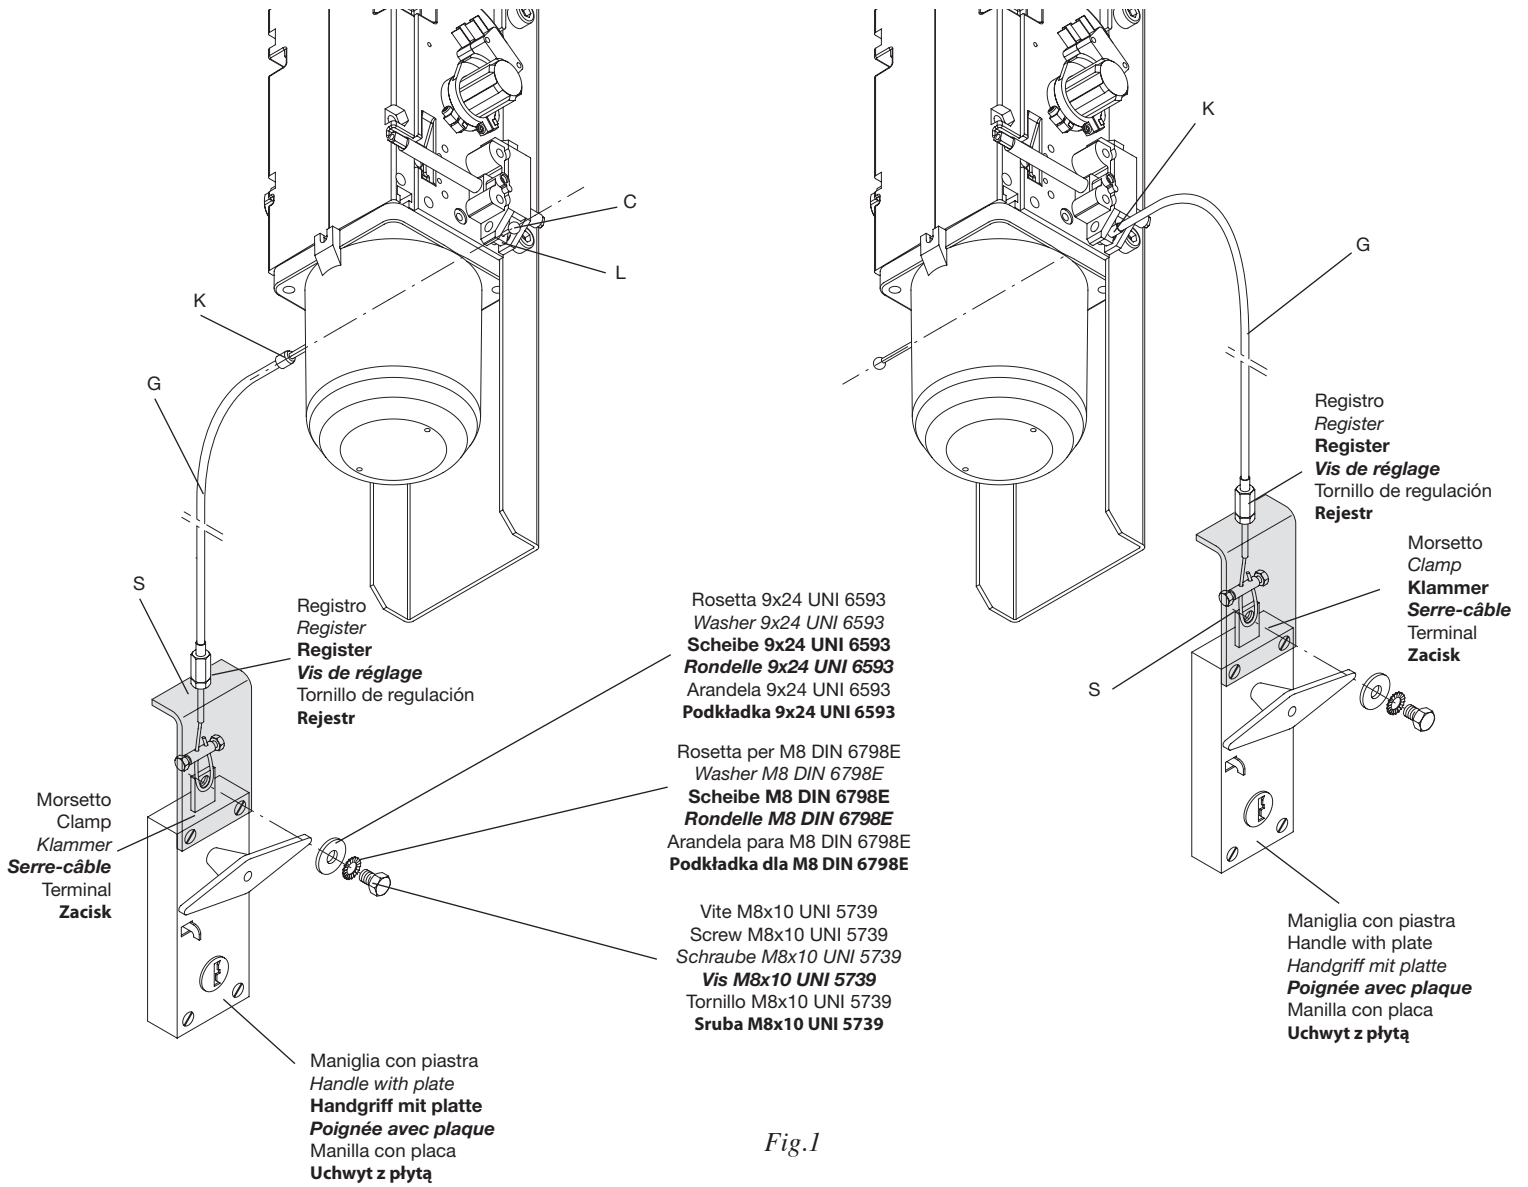
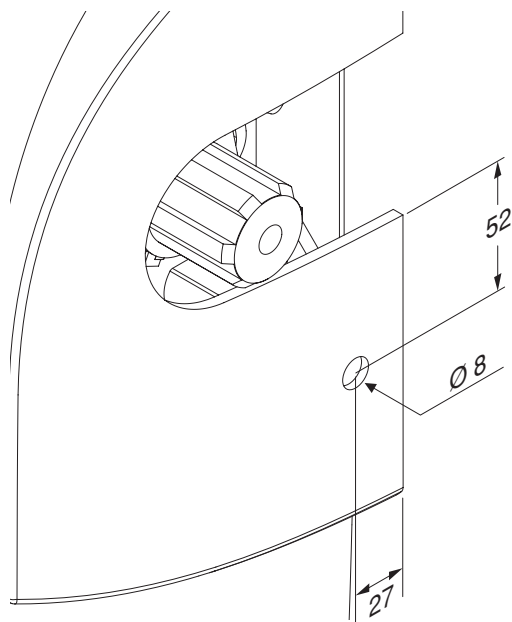

Fig.1
Fig.2
Nota: Lo sblocco a filo può essere installato con la guaina a sinistra o a destra dell'attuatore, a seconda della posizione della maniglia di apertura della porta. In fig.1 sono illustrate entrambe le installazioni. E' necessario praticare un piccolo foro per il passaggio della guaina, le quote di foratura, valide per entrambi i lati del carter sono indicate in fig.2.
- Fissare il cavo di acciaio C nella maniglia con il morsetto come indicato in fig. 1.
Note: The wire release may be installed with the sheath on the left or the right of the actuator, depending on the position of the handle for opening the door. Fig. 1 shows both installations.
It is necessary to make a small hole for the sheath to pass through; the drilling measurements, valid for both sides of the casing, are indicated in fig.2.
- Fix the steel cable C in the handle with the terminal as indicated in fig. 1.
Hinweis: Die Kabel-Entriegelung kann mit Hülle links oder rechts vom Trieb installiert werden, je nach Position des Torgriffs. In der Abb.1 sind beide Installationsmöglichkeiten aufgezeigt.
Dazu muss ein kleines Bohrloch für den Durchgang der Hülle ausgeführt werden. Die Bohrquoten, die für beide Seiten des Gehäuses gelten, sind in der Abb.2 angegeben.
- Das Stahlkabel C mit der Klemme am Griff befestigen, wie in der Abb. 1 gezeigt.
Note: le déblocage par câble peut être installé avec la gaine à gauche ou à droite de l'opérateur, suivant la position de la poignée d'ouverture de la porte. La fig.1 illustre les deux types d'installations.
Il faut faire un petit trou pour le passage de la gaine, les positions du perçage, valables pour les deux côtés du carter sont indiqués dans la fig.2.
- Fixer le câble en acier C dans la poignée avec le serre-câble comme l'indique la fig. 1.
Nota: El desbloqueo con cable se puede instalar con la vaina a la izquierda o a la derecha del actuador, según la posición de la manilla de apertura de la puerta. En la fig.1 se ilustran las dos instalaciones. Es necesario realizar un pequeño orificio para pasar la vaina, las medidas del orificio, válidas para los dos lados del cárter, aparecen en la fig.2.
- Fijar el cable de acero C en la manilla con el borne como aparece en la fig. 1.
Uwaga: Mechanizm odblokowujący za pomocą przewodu drutowego może być instalowany z osłoną umieszczoną po lewej lub po prawej stronie układu wykonawczego, w zależności od pozycji klamki otwierającej bramę. Na rys.1 pokazane są obydwa sposoby instalowania.
Niezbędne jest wykonanie małego otworu do przeciągnięcia osłony. Wysokości otworu, pasujące do obydwu stron kartera, podane są na rys.2.
- Przymocować przewód metalowy C do klamki pokrętnej za pomocą zacisku jak wskazuje rys. 1.